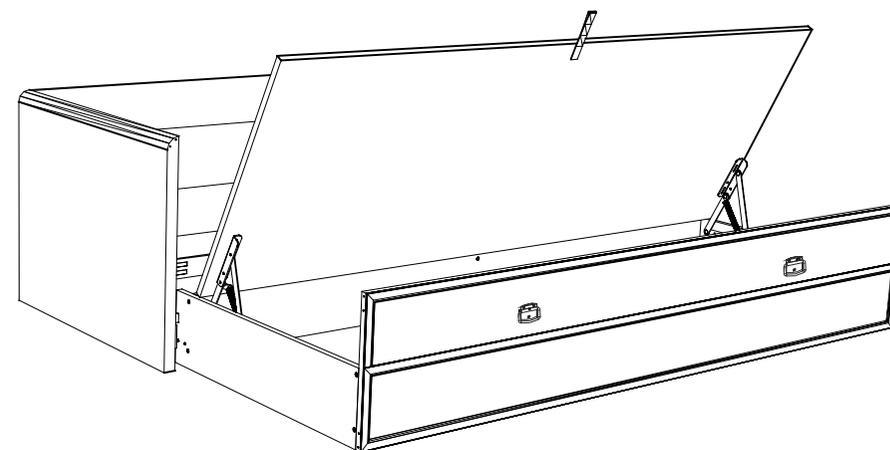

Рис. 9
5.30 Доступ к емкости для хранения белья осуществляется путем выдвижения емкости для хранения белья до упора вперед и подъема крышки емкости **12** вверх за шнурок, закрепленный на крышке емкости **12** (**см. рис. 9**).